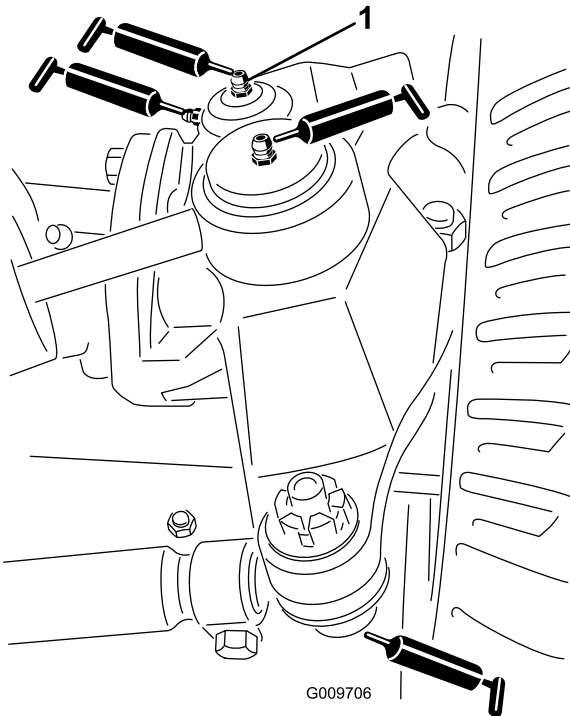

Figure 42
- Rotules de vérin de direction (2), comme montré à la Figure 42
- Rotules de biellettes de direction (2), comme montré à la Figure 42
- Bagues de pivot de fusée (2), comme montré à la Figure 42